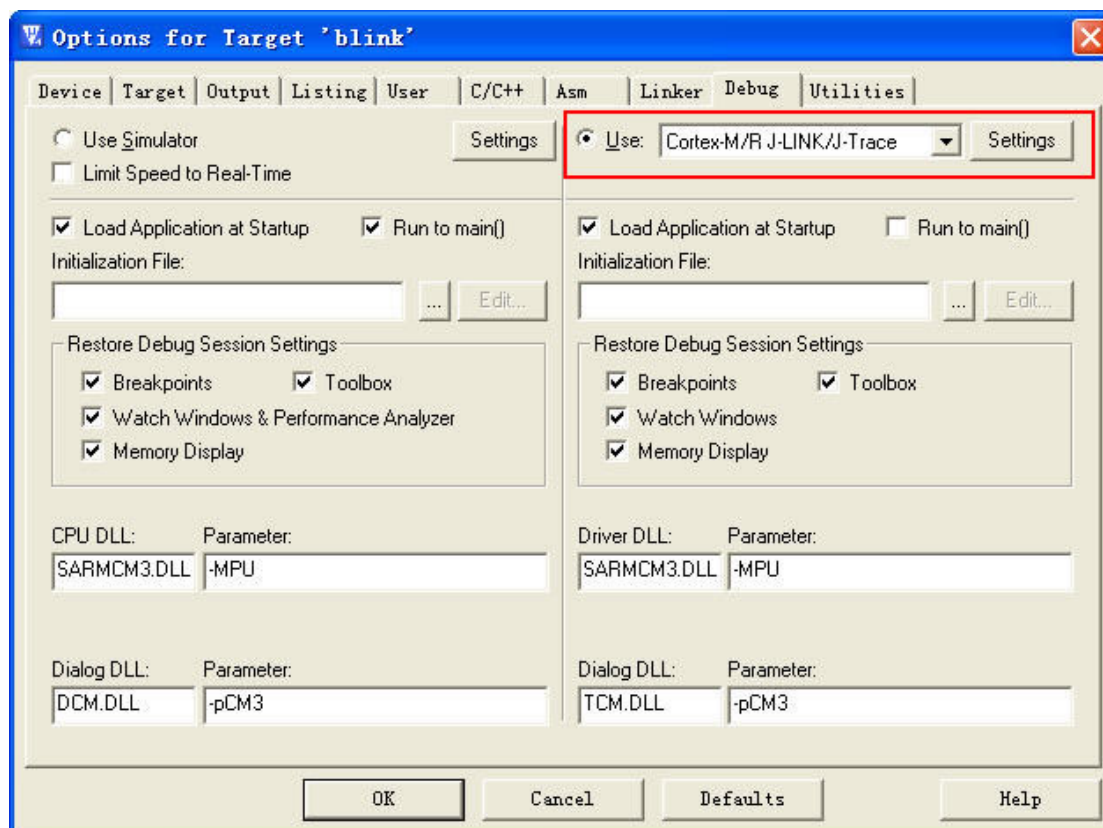
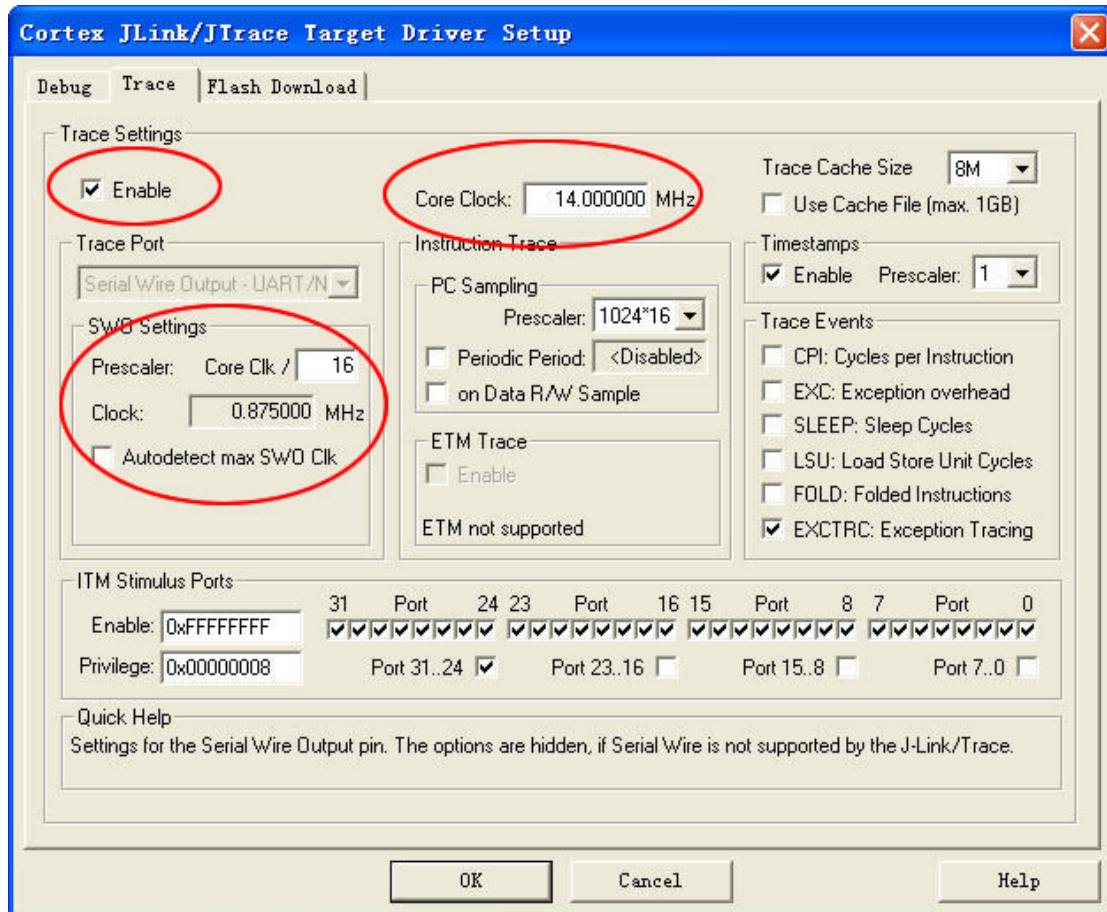

图 2.4 MDK Debug 选项卡设置图示
图 2.5 Trace 选项卡相关设置图示
- 3) 打开 MDK 的工程设置选项, 在 “Debug” 选项卡中, 选择 “Cortex-M/R J-LINK/J-Trace” 选项, 如图 2.4 所示, 点击 “Settings” 打开具体配置, 在 “Trace” 选项卡中勾选 “Enable” 选项, “Core Clock” 设置为 14MHz, 在 “SWO Settings” 中的 “Prescaler” 中设置为 “Core Clk / 16”, 可参考图 2.5 所示。